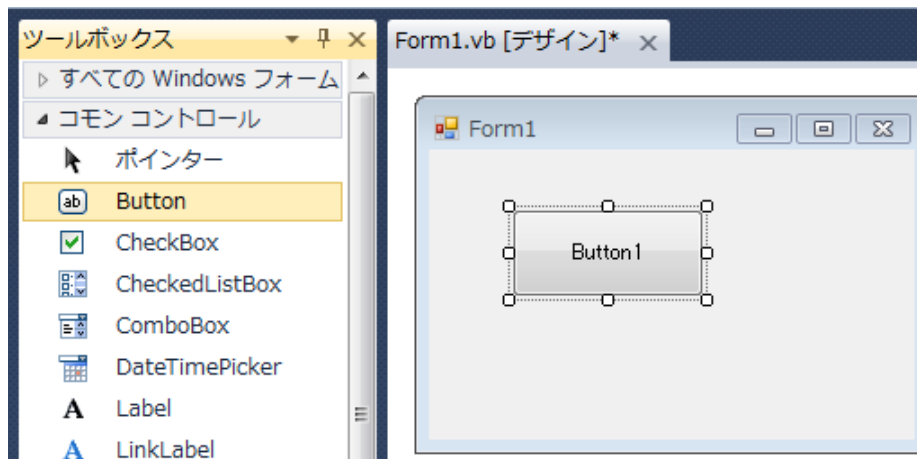

図 14 デザインウィンドウ(Visual Basic)
① デザインウィンドウで、[表示] > [ツールボックス]で、ツールボックスを表示させ、ボタンコントロールを配置します。(図 14 参照)